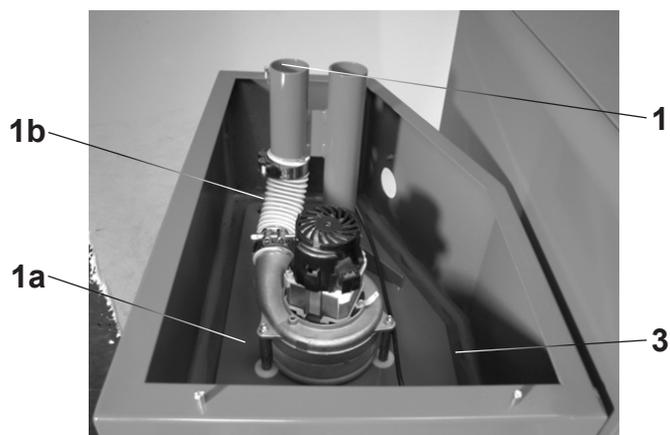

Fig. 15
1. Allentare i dadi ad alette, smontare i tubi flessibili di alimentazione (1, Fig. 15) e il modulo di aspirazione (1a, Fig. 15). Controllare se il tubo flessibile presenta crepe (1b, Fig. 15).
3. Controllare e pulire la guarnizione del modulo di aspirazione-box pellet (3, Fig. 15).